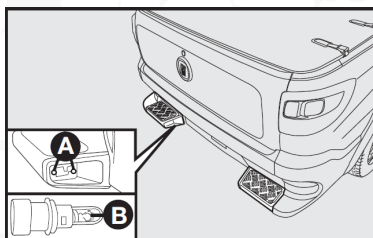

fig. 35
- 5) Instale el nuevo faro en su alojamiento, reenganchar el elemento de fijación A-fig. 35 y reinstalar el conector B-fig. 35;
Para sustituir una lámpara, quite los tornillos de fijación A-fig. 35 y el conjunto portalámparas.